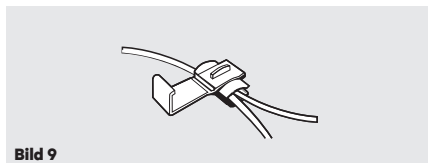

Bild 9
Legen Sie das rote Kabel des Transmitters seitlich in den Klemmverbinder (9) ein (siehe Bild 9).